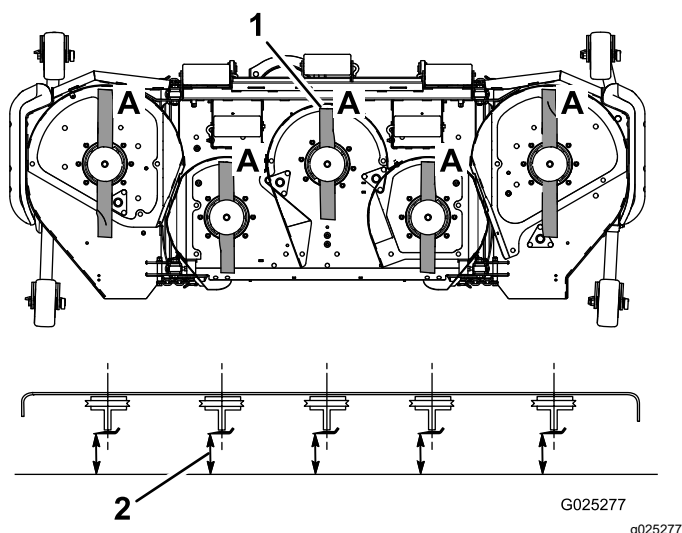

Figure 29
3. Tournez les lames dans le sens longitudinal (Figure 29).
4. Mesurez la distance entre la surface plane et le tranchant (position A) des lames (Figure 29). Notez cette valeur.